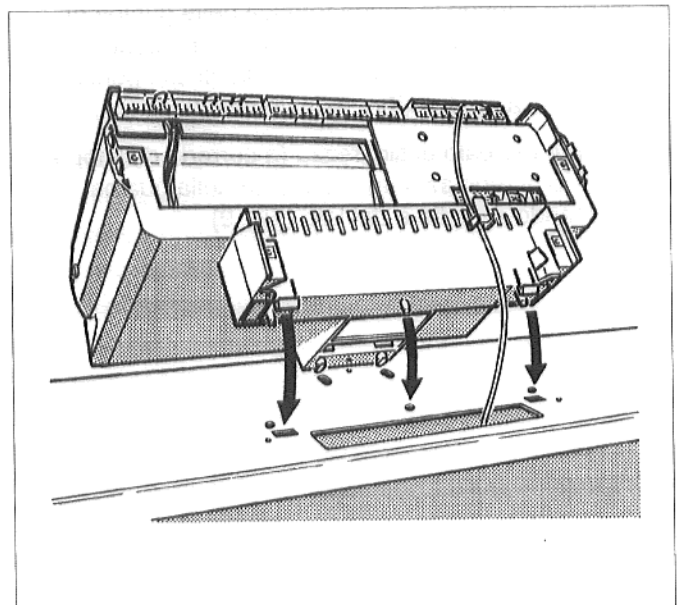

Fig. 6: Posizionare l'apparecchio di regolazione
- Posizionare l'apparecchio di regolazione in modo da poter introdurre i ganci che si trovano sul fondo dell'apparecchio di regolazione nei fori ovali del coperchio anteriore della caldaia (Fig. 6).
Disporre i capillari delle sonde termiche e, con regolazione «Ecomatic», il cavo della sonda termica dell'acqua di caldaia nel ritaglio del coperchio anteriore della caldaia (Fig. 6).
- Tirare in avanti l'apparecchio di regolazione premendolo verso il basso finché i due ganci elastici non fanno presa negli alloggiamenti rettangolari (Fig. 6).